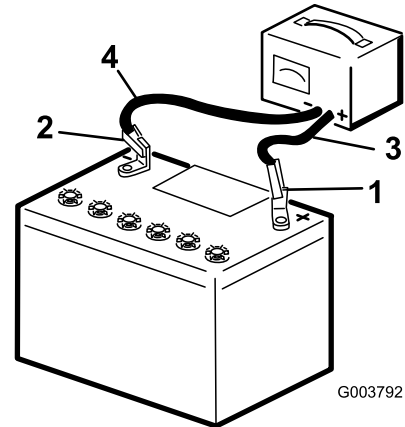

Figura 32
2. Cargue la batería durante 10 a 15 minutos a 25–30 amperios, o durante 30 minutos a 4–6 amperios (Figura 32). No sobrecargue la batería.
3. Cuando la batería esté completamente cargada, desconecte el cargador de la toma de electricidad, luego desconecte los cables del cargador de los bornes de la batería (Figura 32).